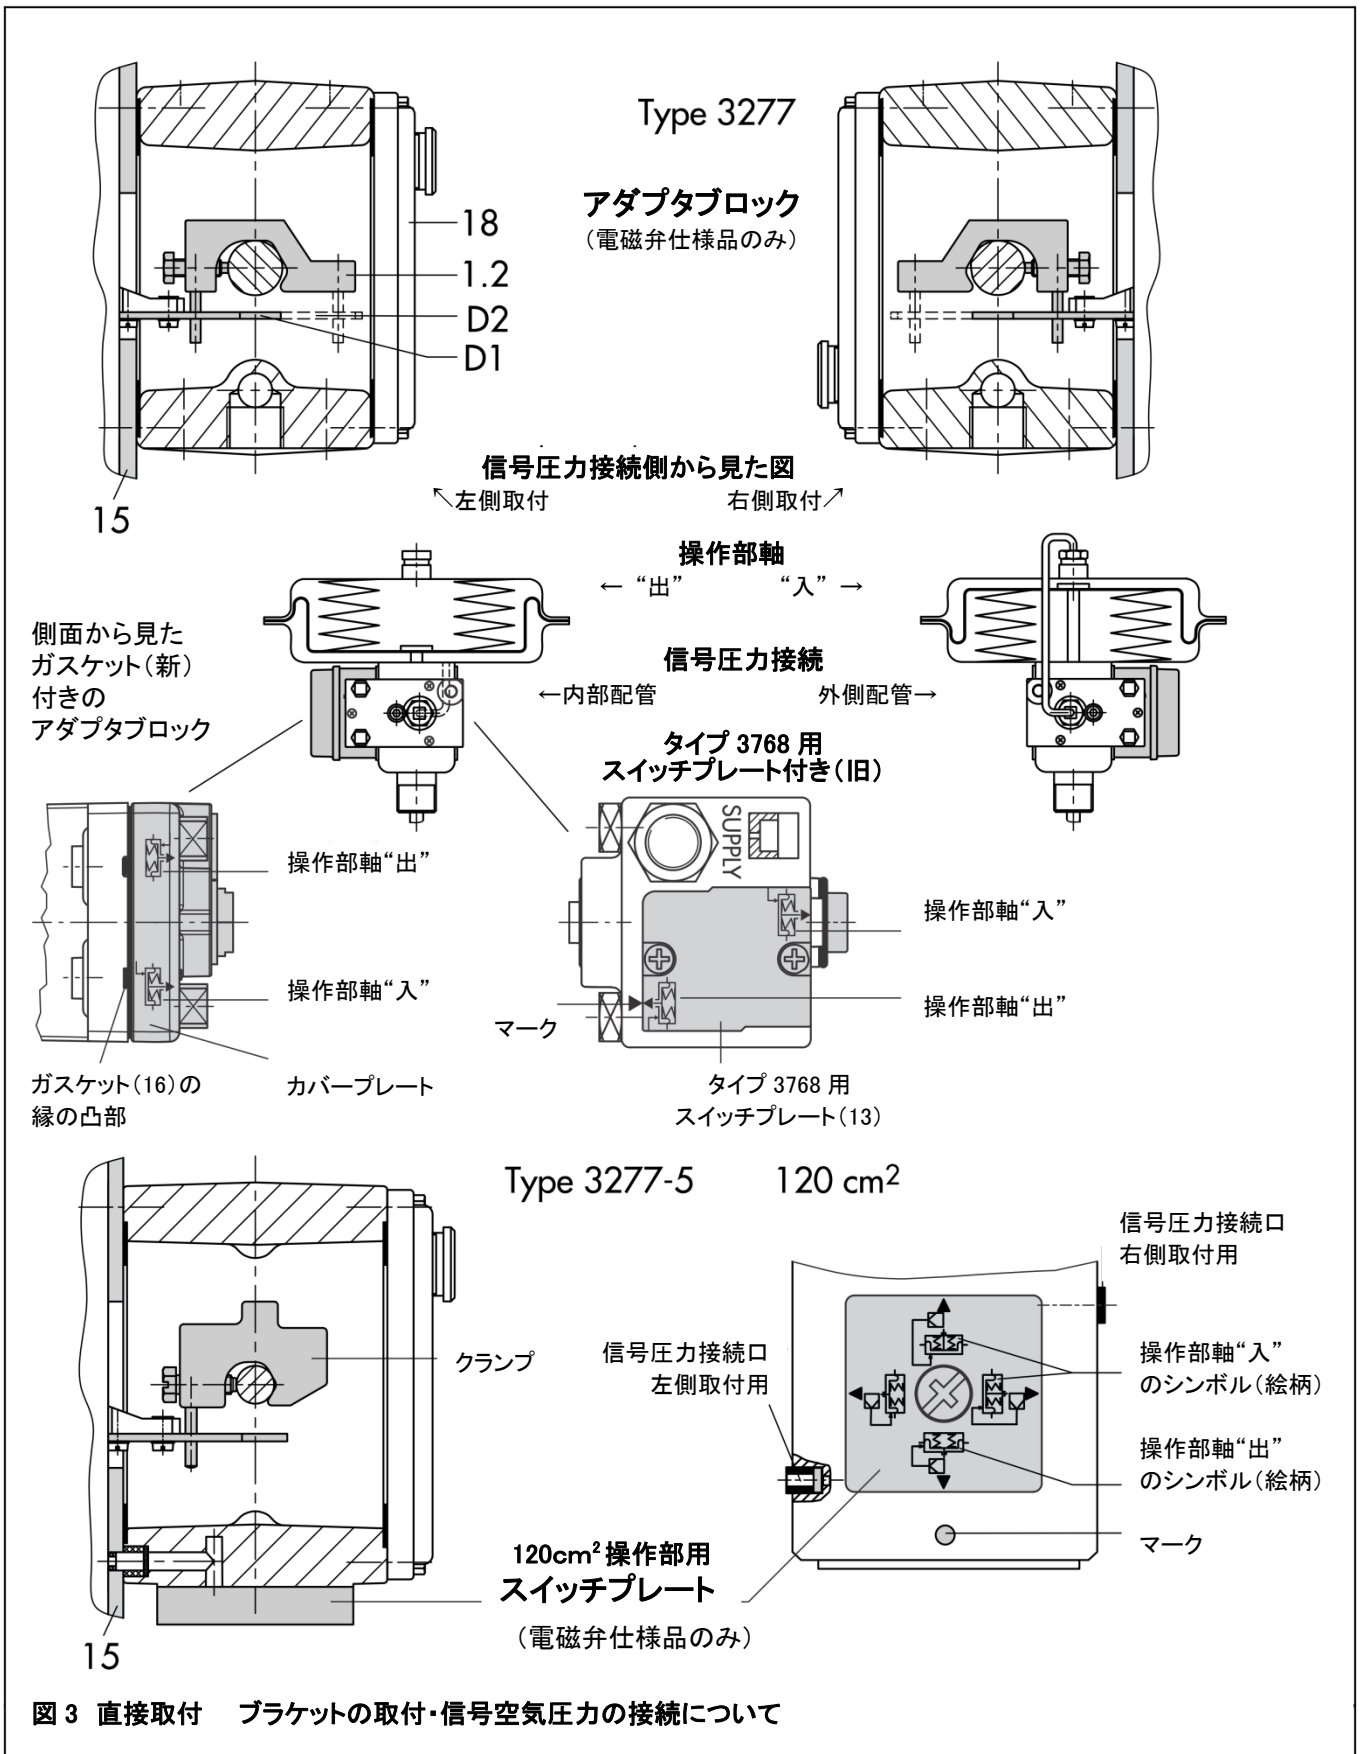

図3 直接取付 ブラケットの取付・信号空気圧力の接続について
1. アダプタブロック(図 3 中段)側のガスケット(16)の縁の凸部が操作部のフェールセーフ動作、操作部軸“出”もしくは操作部軸“入”の図柄に合うように配置してください。合っていない場合、固定ネジ3つとカバーを外し、ガスケットを 180° 回転させてください。旧タイプの接続ブロックでは、対応する操作部シンボル(絵柄)がマークの位置に来るように回転させて合わせる、タイプ 3768 用スイッチプレート(13)が必要になります。
信号圧力は 120cm² 操作部用スイッチプレート(図 3 下段)を通じてダイヤフラム室へと供給されます。